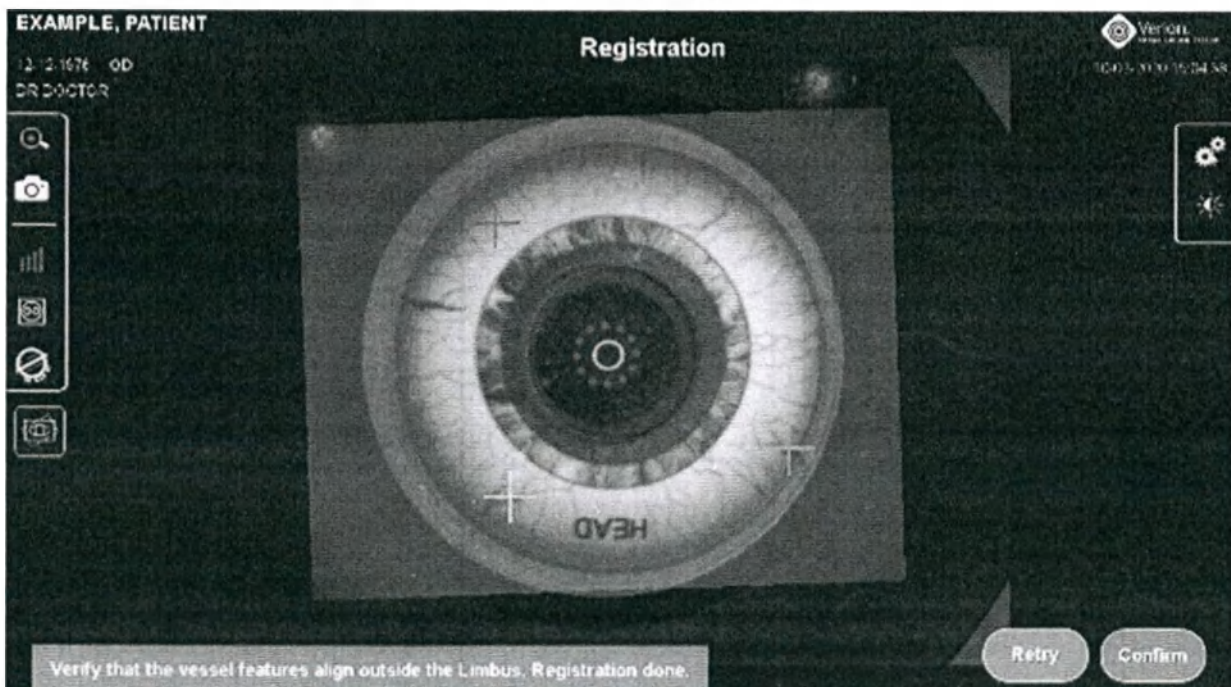

Рисунок 98. Экран слияния при параллельной регистрации
- Нажмите кнопку **OK**, чтобы сохранить определенный угол поворота и вернуться на экран *Registration (Регистрация)*. После этого все совпадающие точки будут отображены на слитых изображениях (Рисунок 98).